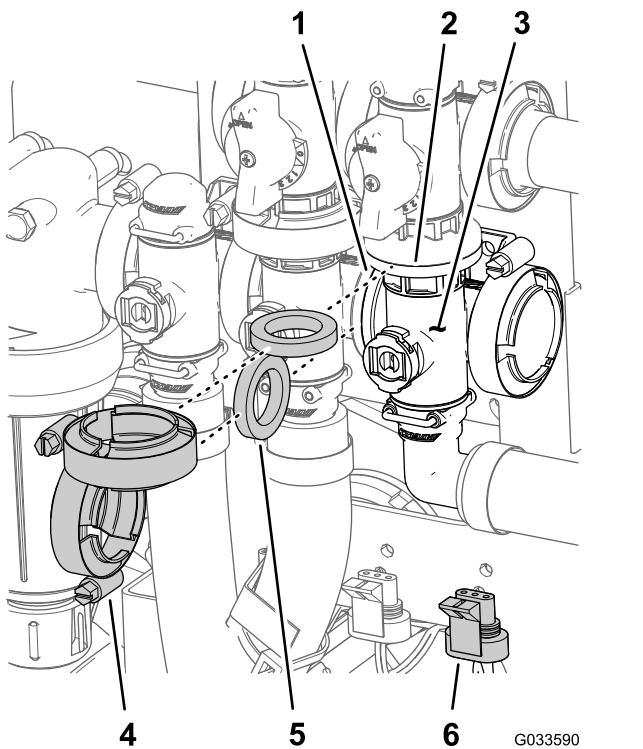

Bild 102
- Entfernen Sie die Flanschklappen und Dichtungen, mit denen der Verteiler für das Hauptauslegerventil (Bild 102) am Sicherheitsventil des Hauptauslegers, am Rührwerkventil und am 90°-Flanschkrümmer (am Ende des Schlauchs für das Durchflussmessgerät) befestigt ist.